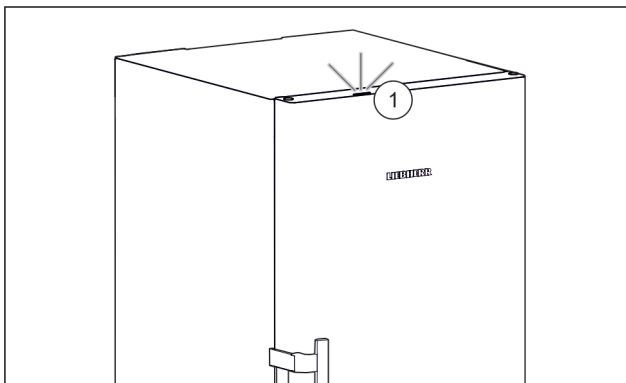

Fig. 36 Voyant d'état actif lorsque la porte est fermée
- ▷ Le voyant d'état Fig. 36 (1) est activé.